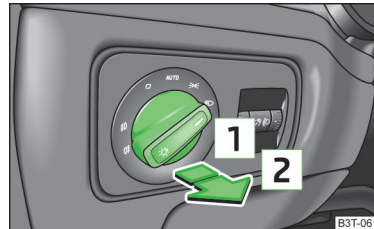

Abb. 51
- › Den Lichtschalter in Stellung ☸ oder ☸☸ » Abb. 51 drehen.
- Den Lichtschalter in Stellung  oder  » **Abb. 51 auf Seite 72** drehen.